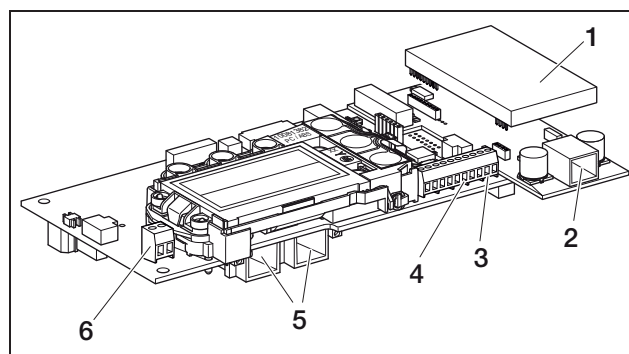

Figura 48: Interfacce di comunicazione
- Innestare la spina del cavo Ethernet/crossover in una delle prese corrispondenti (5 figura 48).
- Innestare la spina del cavo telefonico nella presa corrispondente (2, figura 48).